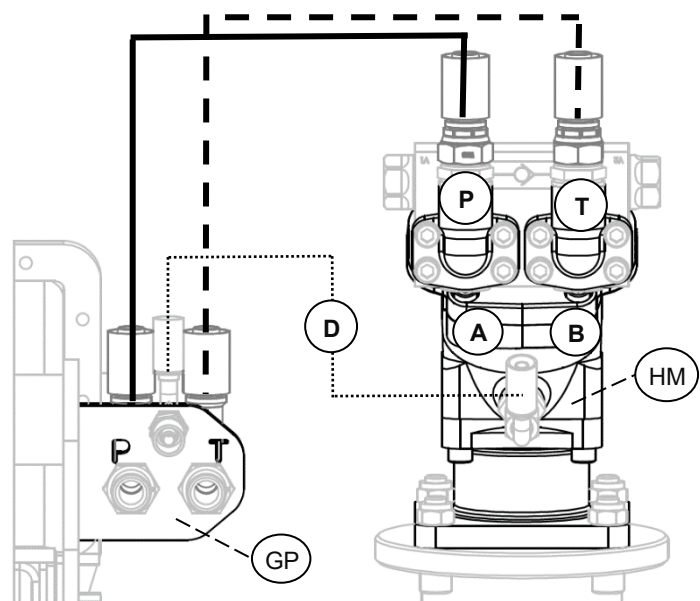

Bild.29
Slangdragning mellan gränssnittsplåt (GP) och hydraulmotor (HM) – se Bild.29.
- A = Tryck (P) IN
- B = Retur (T) OUT